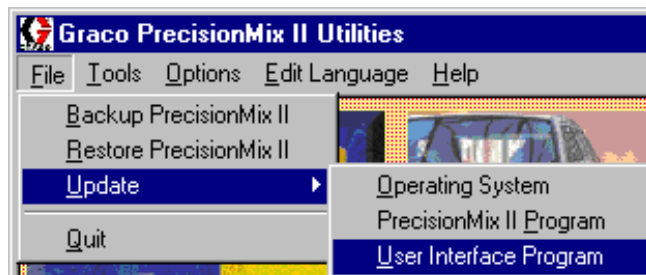

Fig. 13.36
1. Sélectionner File (fichier) ► Update (mise à jour) ► User Interface Program (programme d'interface utilisateur) (Fig. 13.36) ou appuyer sur le bouton de mise à jour du programme d'interface utilisateur (Fig. 13.37).